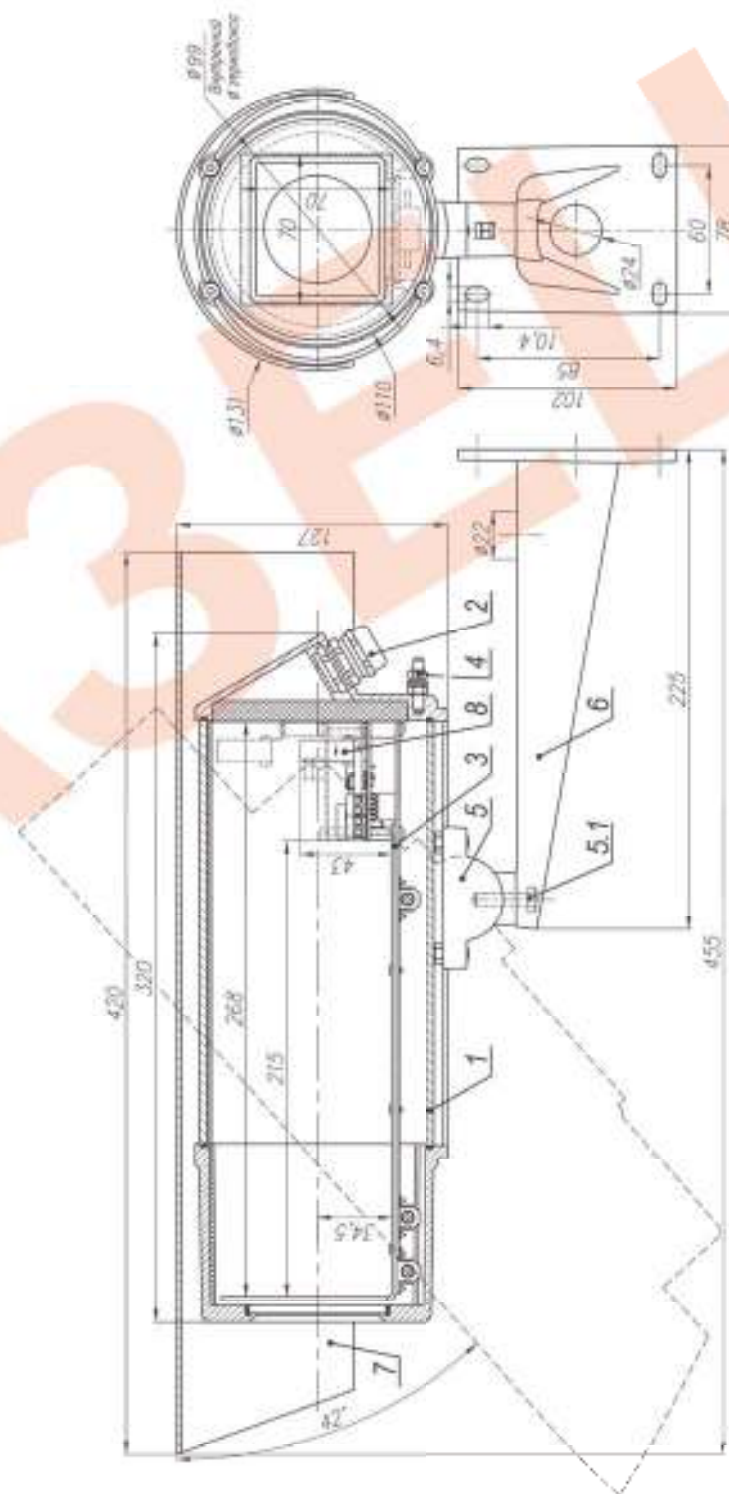

Рис.1 Состав и габаритно-установочные размеры ТГБ-7
2. Выдвинуть модуль видеосъемки (поз.3 рис.1) из кожуха.
8. Ослабив болт фиксации шарнира (поз.5.1 рис.1), установить термокожух на нужное направление обзора, после чего надежно зафиксировать шарнир затянув болт.
9. Заземлить термокожух с помощью болта заземления (поз.4 рис.1).
В состав изделия входят (см. рис.1):